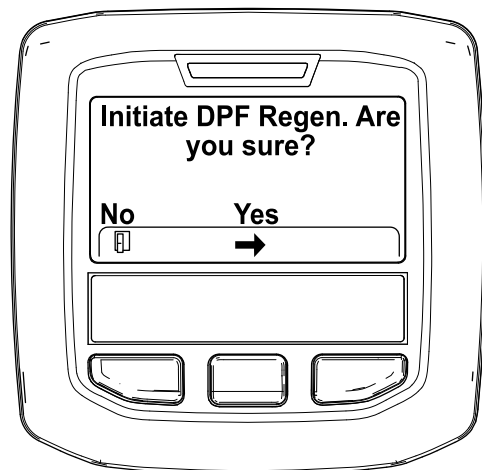

Bild 50
4. Wenn die Meldung „Initiate DPF Regen. Are you sure?“ Angezeigt wird, drücken Sie die mittlere Taste (Bild 50).